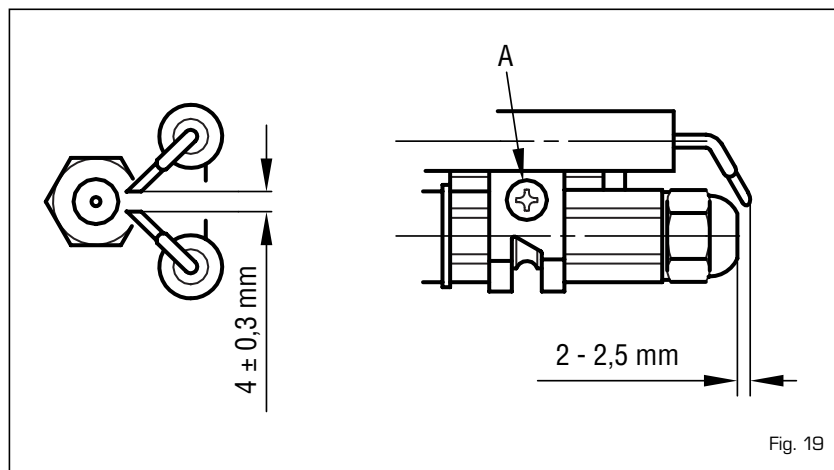

Fig. 19
4.5.2 Pulizia testa di combustione (fig. 19)
(fig. 19):
- Allentare la vite di fissaggio (A fig. 19) del supporto elettrodi e sfilarlo.
SPEGNIMENTO CALDAIA (fig. 19)
Per spegnere la caldaia è sufficiente premere il tasto dell'interruttore generale (fig. 19). Chiudere i rubinetti del combustibile e dell'acqua dell'impianto termico se il generatore rimarrà inutilizzato per un lungo periodo.